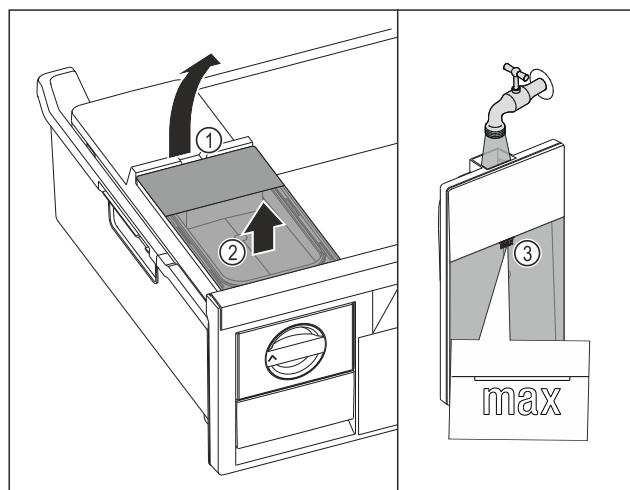

Fig. 85
- Підняти бак для води за заглиблення Fig. 85 (1).
- Вийняти бак для води рухом вгору. Fig. 85 (2)
- Наповнити бак для води питною водою до позначки Fig. 85 (3).